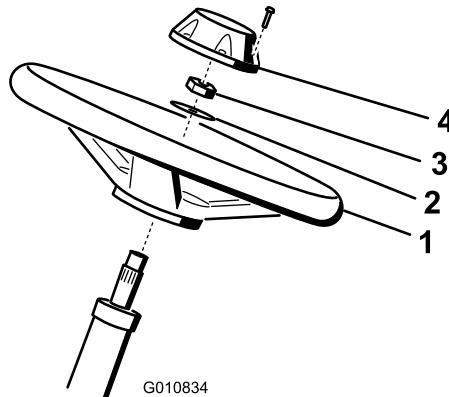

Bild 3
1. Schieben Sie das Lenkrad auf die Lenkwelle (Bild 3).
2. Schieben Sie die Scheibe auf die Lenkwelle (Bild 3).
- Befestigen Sie das Lenkrad mit der Klemmmutter an der Welle und ziehen sie auf 27 bis 35 Nm an (Bild 3).
- Montieren Sie den Deckel mit der Schraube am Lenkrad (Bild 3).